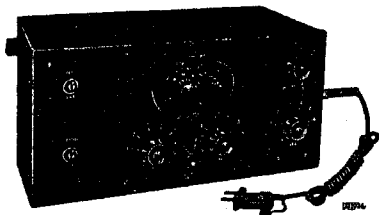

Fig. 3
1. Een service-oscillator (G.M. 2880, fig. 3), een kunsttanne voor 200—3000 m. ($200 \mu\mu\text{F}$, $25 \mu\text{H}$ en 20 Ohm) en een kunsttanne voor 14—200 m. (400 Ohm).